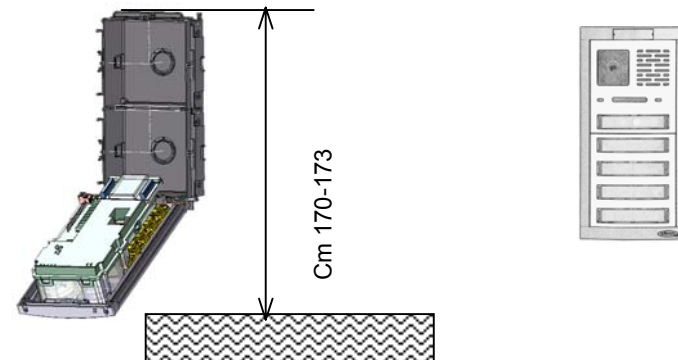

Fig. 1
- 1 Installer les boîtiers d'encastrement à la hauteur indiquée (fig.1 page 78).